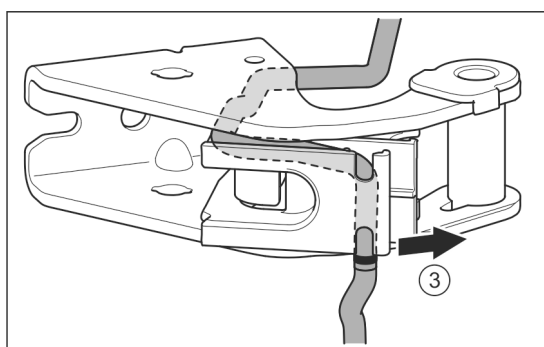

Fig. 30
- ▶ Kábel uvoľnite z vedenia. Fig. 30 (3)